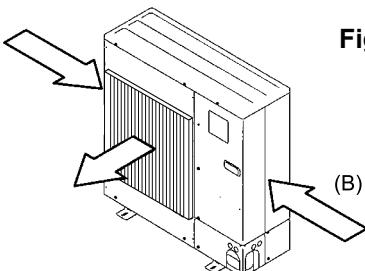

Fig. 2-5
- (3) Cihazın konumunu, mümkünse, hava çıkışından gelen havanın, mevsimsel rüzgarların yönüne dikkatle seçin. (Fig. 2-5)
- (B) Rüzgarın yönü